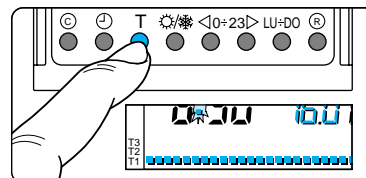

Fig. 32
6.3 - Premere il pulsante T (fig.32). Compare la fascia di temperatura relativa a T1 ed al posto della temperatura ambiente viene visualizzato il valore della temperatura assegnato a T1 (dato impostato in memoria, 16°C).